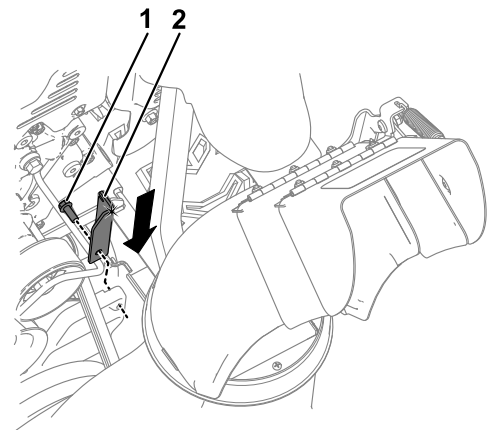

Figure 4
5. Montez la nouvelle plaque de commande de déplacement sur la plaque de la roue de friction à l'aide du boulon retiré précédemment (Figure 4).